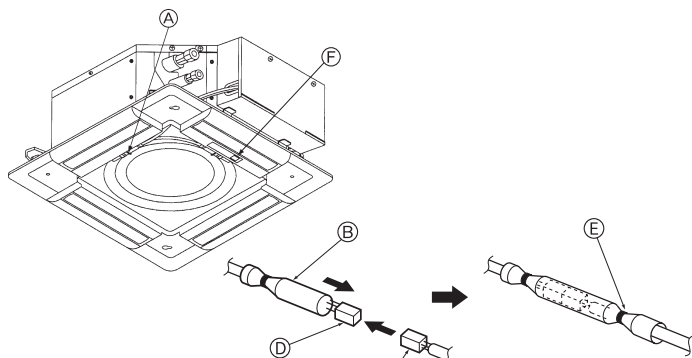

Fig. 5-8
5.3.4. Draden aansluiten (Fig. 5-8)